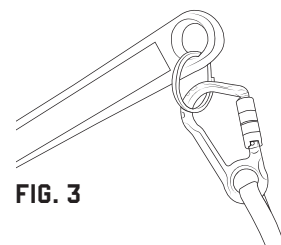

FIG. 3
3. Conecte un cordón de seguridad para herramientas para completar su sistema de sujeción. (Fig. 3)